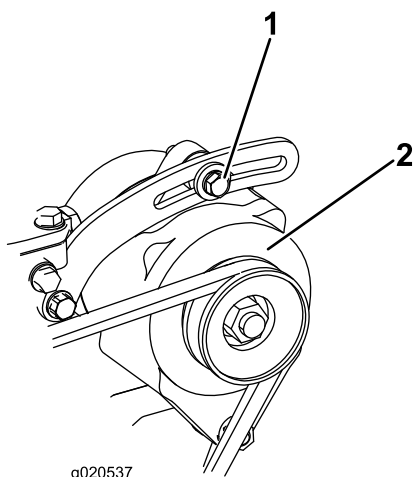

Figura 74
2. Se l'inflessione non è di 10 mm, allentate i bulloni di fissaggio dell'alternatore (Figura 74). Aumentate o riducete la tensione della cinghia dell'alternatore e serrate i bulloni. Controllate di nuovo l'inflessione della cinghia per accertare che sia esatta.